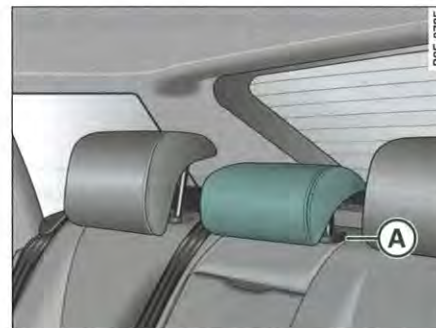

Fig. 96 Place centrale arrière : appuie-tête
- Appuyez sur la touche **A** ⇒ *page 101*, fig. 96 et extrayez en même temps l'appuie-tête.